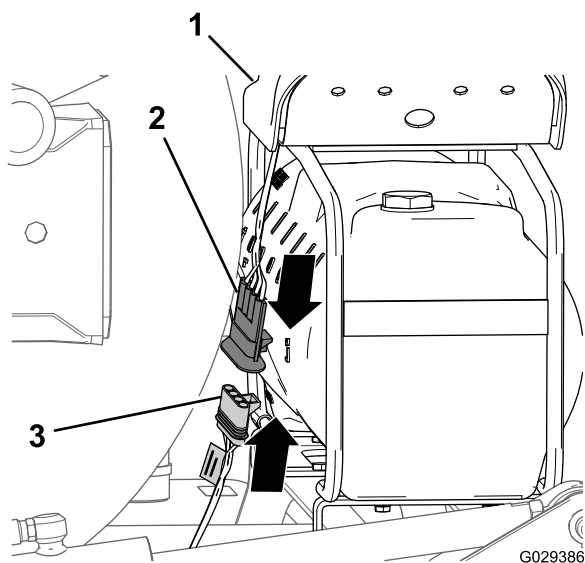

Figure 17
1. À l'extrémité de la branche de 236 cm du faisceau, alignez le connecteur à 4 douilles du faisceau du kit de finition et le connecteur à 4 broches du faisceau du compresseur (Figure 17).
2. Insérez le connecteur à 4 broches dans le connecteur à 4 douilles (Figure 17).